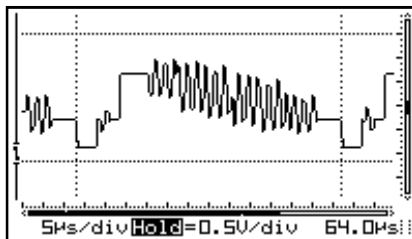

Fig 16
- **Markers:** Moveable markers in order to measure the signal (Fig. 16).
- **Markers:** Verschuifbare markers om metingen te verrichten op het signaal. (Fig. 16)
- **Repères:** Repères mobiles pour effectuer des mesures sur le signal (voir ci-dessous pour l’utilisation). (Fig. 16)
- **Markierungen:** Verschiebbare Markierungen für Messungen am Signal (für den Gebrauch siehe weiter unten). (Abb. 16)